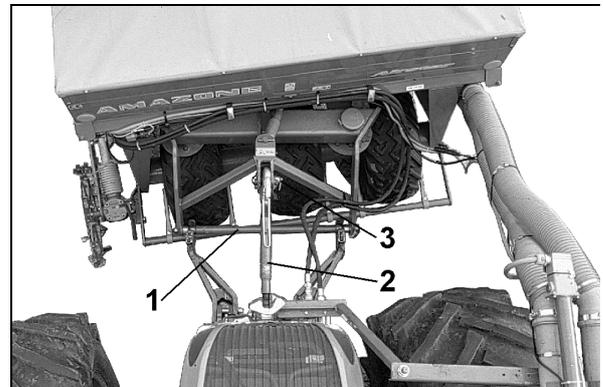

Fig. 34
La varilla del brazo inferior de la cat II (Fig. 34/1) puede regularse en altura.
- o Varilla del brazo inferior cat II (Fig. 34/1)
- o Perno del brazo superior cat. II (Fig. 34/3).
6. Acoplar el brazo superior del tractor (Fig. 34/2) al punto de articulación superior de la máquina. El gancho del brazo superior se bloquea automáticamente.